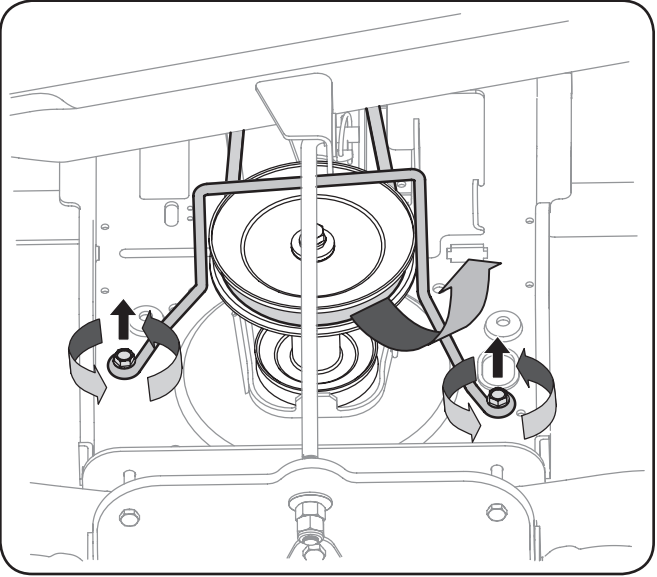

Figure 7-1 (Modèles avec prise de force manuelle illustrée)
11. Remettez le dispositif de protection de la courroie en place. Voir la Figure 7-1.
3. Localisez la poulie motrice (ou de l'embrayage de la prise de force électrique, le cas échéant) sous l'avant du tracteur. Voir la Fig. 7-1.
4. Démontez le dispositif de protection de la courroie et la courroie comme suit. Voir la Fig. 7-1.